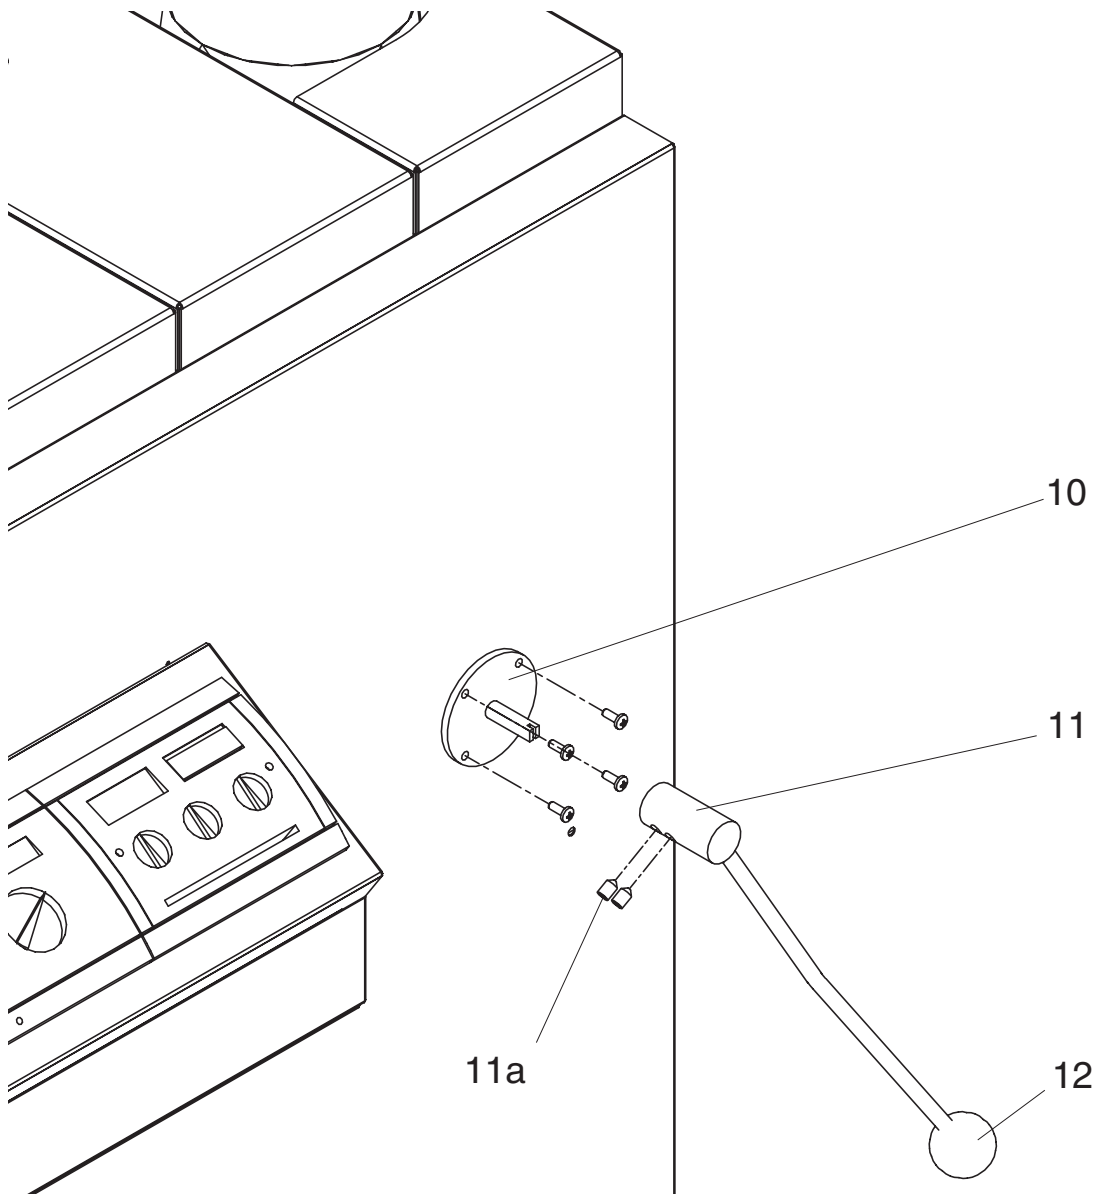

Figura 11
- 11. Applicare la piastra di appoggio (10, figura 11). Eseguire 4 fori da $\varnothing 3,7$ e fissare con viti da lamiera ($\varnothing 4,8 \times 16$).
- 12. Montare la leva (11, figura 11) sulla barra quadrata con 2 perni filettati (11a, figura 11).
- 13. Applicare il pomello (12, figura 11).